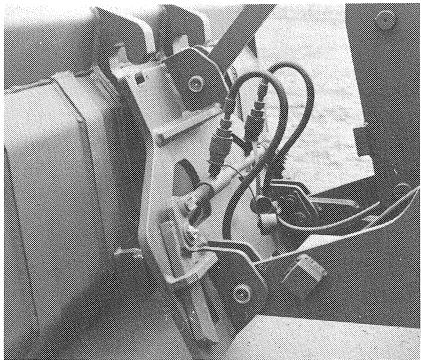

Bild 27
- (1) Schaufelarm in unterste Stellung bringen und hydraulisch betätigtes Schnellwechselvorrichtung abkippen (Bild 27).
- (1) Bring shovel arm in lowest position and tip the hydraulically operated quick-change device (fig. 27).
- (1) Placer la flèche porte-godet dans sa position la plus basse. Incliner le système d'échange rapide hydraulique vers l'avant (fig. 27).